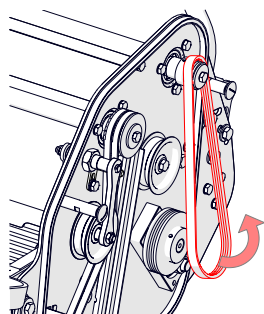

Fig. 14H – Remova e substitua a correia.
- ii. Afaste a polia de tensionamento. Retire a correia e substitua (se necessário) (Fig. 14H).